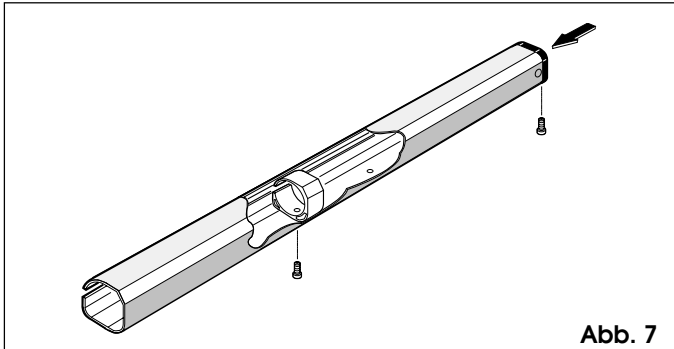
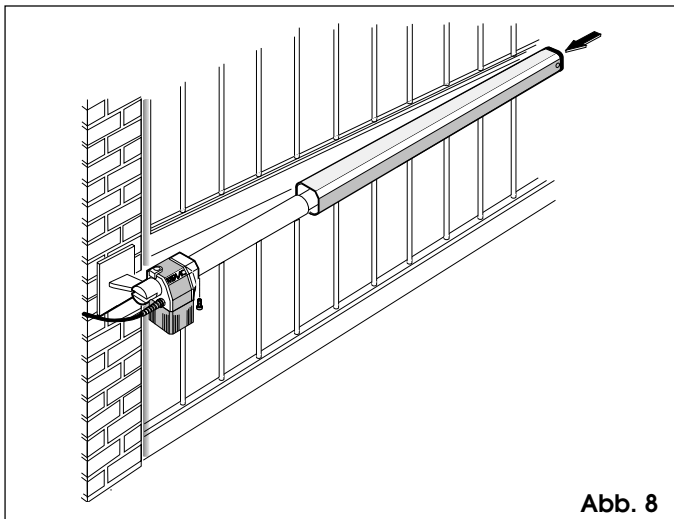

Abb. 7
Abb. 8
- (1) Sämtliche Fixierbolzen der Anschlüsse einfetten
- (2) Ist eine Verschweißung unmöglich, können die Fixierplatten von vorderem und hinterem Anschluß angeschraubt werden.
- 12) Schutzgehäuse (Abb. 7) vorbereiten und gemäß Abb. 8 am Antrieb anbringen.
Hinweis: Führungsring des Gehäuses in der am weitesten vom Verschlussdeckel (Abb. 7) entfernten Bohrung fixieren.